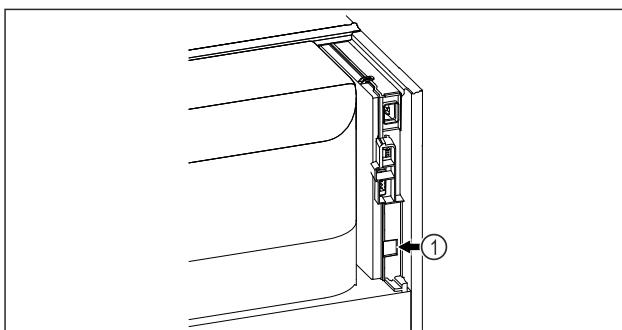

Fig. 92
SmartModule Fig. 92 (1) встановлено.